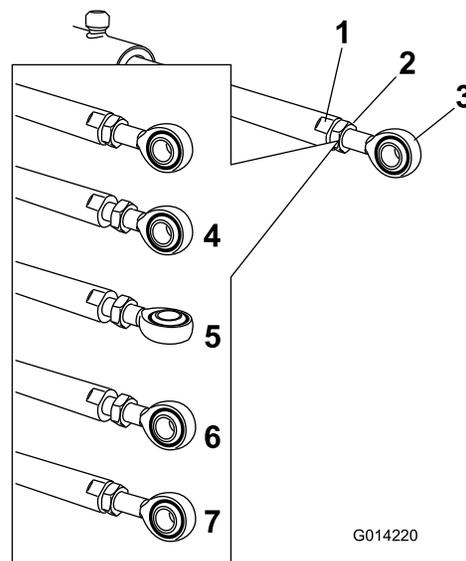

**図 105**
2. ピボットピンからコッターピンを抜き取る 図 105。
3. ブームを持ち上げて、ピンを外し 図 105、ブームをゆっくりと床面に降ろす。
9. ブームを支えながら、ブームのピボットとアクチュエータロッドにピンを通す (図 105)。